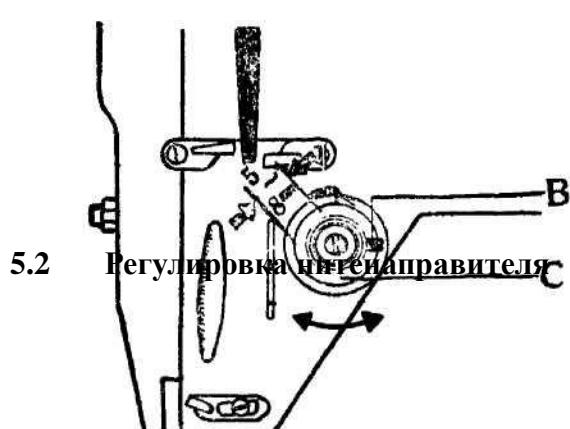

Рис. 24
5.1.2 Регулировка амплитуды нитепрятгательной пружины (рис. 24)